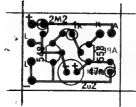
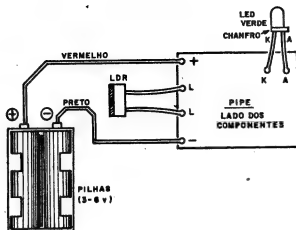

Fig. 3
Fig. 4
- **FIGURA 4** - Diagrama das conexões externas à placa (vista pelo lado dos componentes, como na fig. 3). Observar a polaridade das pilhas: o vermelho é (+) e o preto é (-) e a identificação dos terminais A e K do LED, referenciados pelo chanfro (indicado pela setinha). A identificação das linhas destinadas às conexões periféricas está codificada tanto na fig. 3 como na fig. 4.